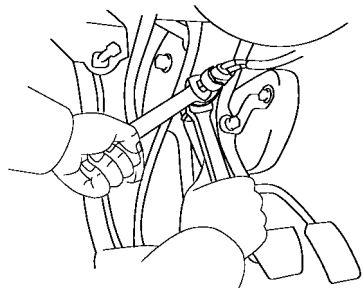

图 15-29 拆下停车灯开关
(5) 拆下停车灯开关。脱开接插件，从踏板托架拆下锁紧螺母和停车灯开关，如图 15-29 所示。